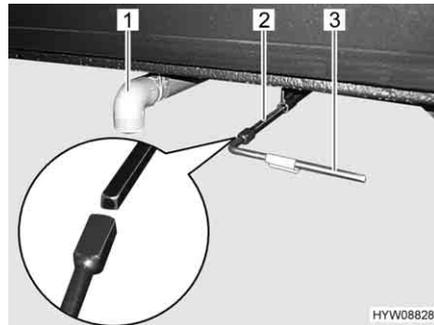

Bild 76 Bedienhebel und Ablaufrohr des Abwassertanks
- Ablaufrohr (Bild 76,1) direkt über der Entsorgungsstation platzieren oder Abwasserschlauch (Sonderausstattung) auf das Ablaufrohr (Bild 76,1) stecken.
- Ablasshahn öffnen. Dazu den mitgelieferten Vierkantschlüssel (Bild 76,3) auf den Vierkant des Ablasshahns (Bild 76,2) stecken.
- Den Vierkantschlüssel (Bild 76,3) eine viertel Umdrehung entgegen dem Uhrzeigersinn drehen. Das Abwasser wird abgelassen.
- Nachdem das Abwasser vollständig abgelassen ist: Ablasshahn wieder schließen. Dazu den Vierkantschlüssel (Bild 76,3) eine viertel Umdrehung im Uhrzeigersinn drehen.
- Vierkantschlüssel (Bild 76,3) abziehen und verstauen.